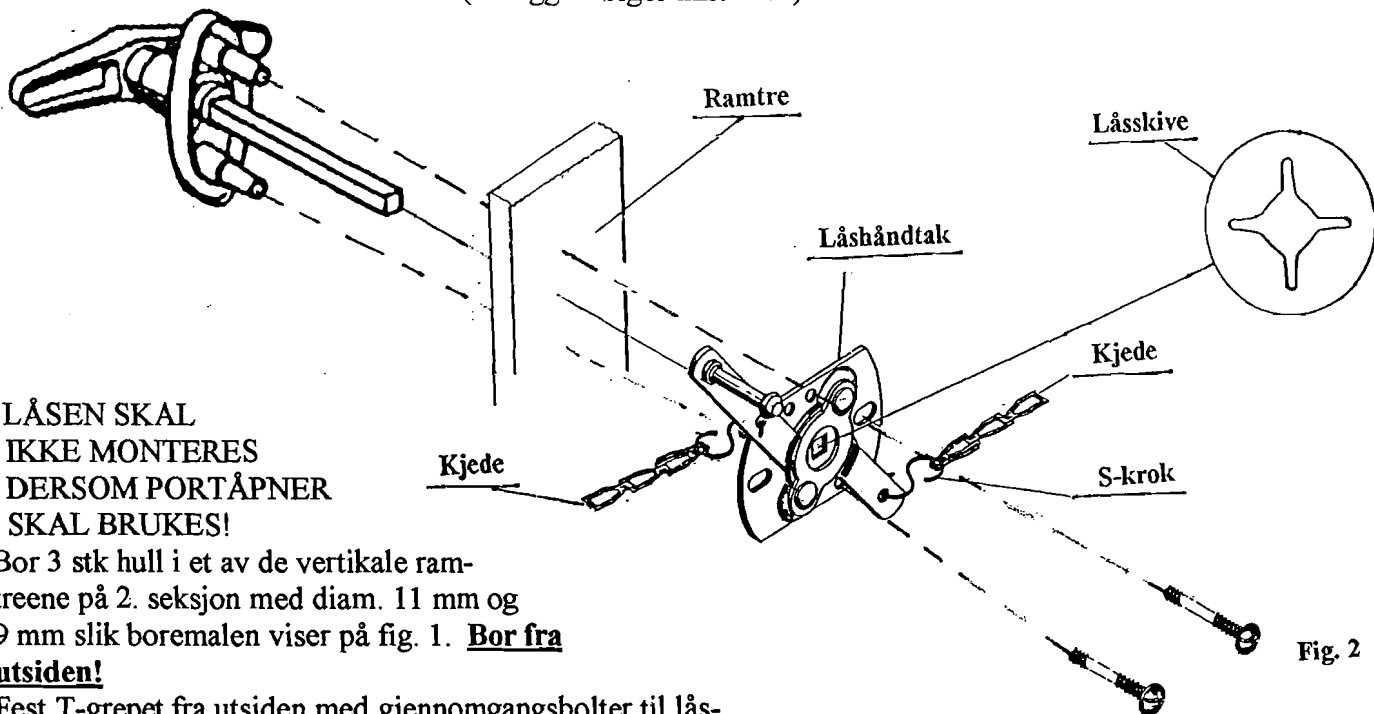

Fig. 2
- 2) Fest T-grepet fra utsiden med gjennomgangsbolter til låshåndtaket på innsiden slik fig. 2 viser.
- 5) Fest 1 "S"-krok til hver av smekklåsene og 2 stk på låshåndtaket på innsiden slik fig. 2 og 3 viser. Kjedet festes mellom "S"-krokene. Stram kjedet slik at smekklåsene frigjøres fra sluttstykkene når T-grepet vrides. Kjede som er for langt klippes bort. Klem "S"-krokene sammen.